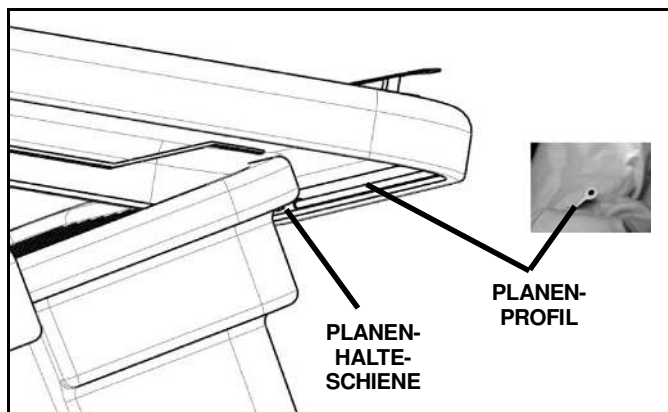

Abb. 1-2
2. Montieren Sie 4 selbstschneidende Schrauben (5) durch die Löcher in der Halteschiene in die Trichterlippe.
3. Führen Sie das weiße Kunststoffextrusionsprofil der Plane in die Halteschiene am Trichter ein. Schieben Sie die Plane über den Streuer, um das Kunststoffprofil in seiner ganzen Länge in das U-Profil der Halteschiene aus Aluminium einzuführen. (Siehe Abb. 1-2).